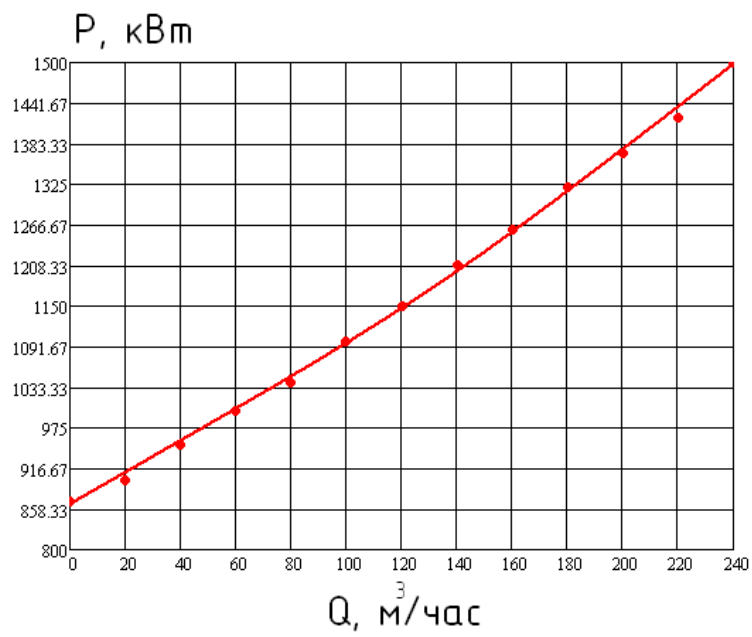

Рис.2 График зависимости мощности, потребляемой насосом, от его производительности
- По графику рис.2 было принято Pmin=870 кВт, Pmax=1500 кВт.
По данным рис.2 строится график зависимости потребляемой мощности P от относительного расхода воды Q/Qmax при двух крайних случаях регулирования расхода жидкости (задвижка полностью закрыта и полностью открыта). Для потребляемой мощности при дросселировании можно записать выражение: